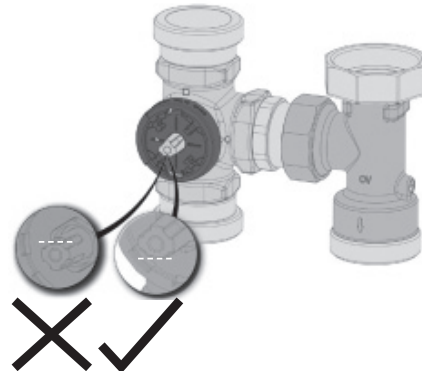

Рис. 17
3. Проверить положение вентиляльной вставки смесителя. Ее плоская сторона должна указывать вниз и быть выровнена по горизонтали (рис. 17). В этом положении вставка перекрывает подающую линию.